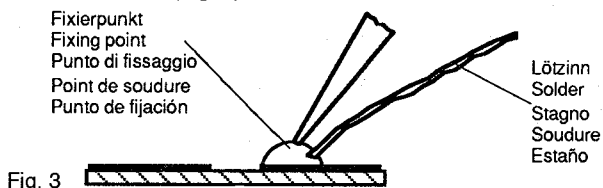

Fig. 3
3. Schritt: Lötspunkt von Lötückständen säubern. Lötperle anbringen (Fig. 3).
3. step: Remove possible residues from the soldering point. Then apply a solder bead (Fig. 3).
3. Aspirer les restes de soudure sur le circuit. Poser une pointe de soudure (Fig. 3).
3. Pulire il punto dai residui di saldatura. Applicare una goccia di stagno (Fig. 3).
- Tercer paso: Limpiar el punto de soldadura de residuos de la soldadura anterior. Poner una gota de estaño (Fig. 3).